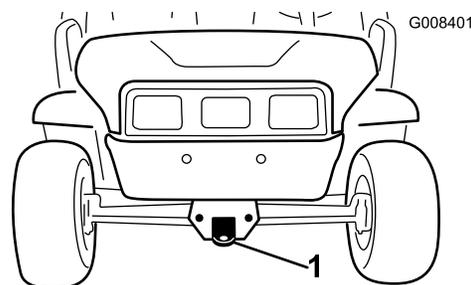
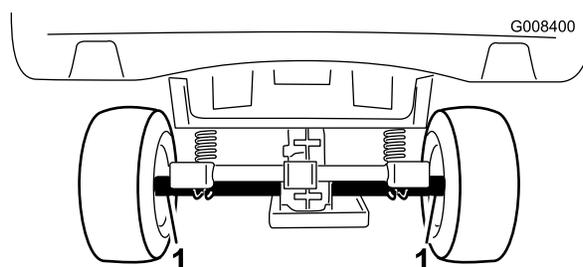

図 23
図 24
長距離を運ぶ場合にはトレーラを使用してください。必ず確実に固定して輸送してください。ロープがけのポイントについては図 23 と 図 24 を参照してください。
2. 前フレームのトングにロープなどの牽引索を取り付ける 図 23。